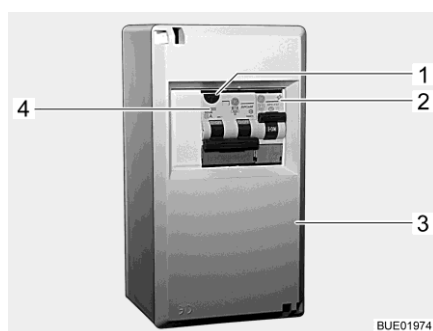
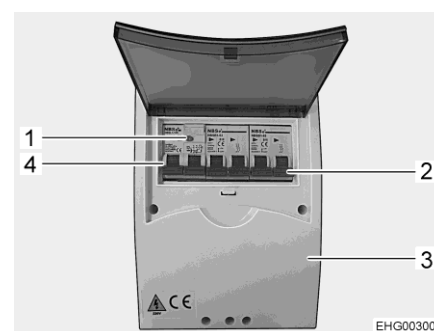

Fig. 219 Coffret de fusibles 230 V
Fig. 220 Coffret de fusibles 230 V (variante)
Un disjoncteur différentiel/de protection de circuit combiné (Fig. 219,4 ou Fig. 220,4) dans le coffret de fusibles (Fig. 219,3 ou Fig. 220,3) protège tout le véhicule contre le courant différentiel (0,03 A).
Sur les véhicules possédant un équipement particulier tel que la climatisation, un disjoncteur de protection de circuit supplémentaire (10 A) (Fig. 219,2 ou Fig. 220,2) protège l'appareil.
■ Lorsque le véhicule est raccordé à l'alimentation 230 V, appuyer sur la touche de contrôle (Fig. 219,1 ou Fig. 220,1). Le disjoncteur différentiel doit se déclencher.